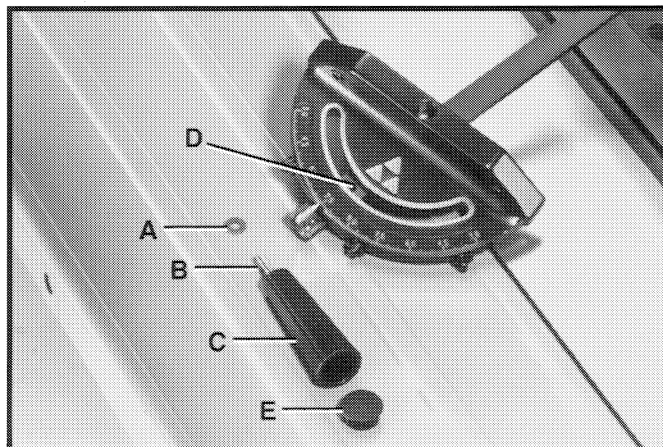

Fig. 52
1. Coloque la arandela (A) Fig. 52 sobre el tornillo (B) y enrosque el tornillo (B) y la agarradera (C) en el agujero (D) de la barra de la escuadra de ingletes. Inserte el tapón de agujero (E) al extremo de la agarradera (C).